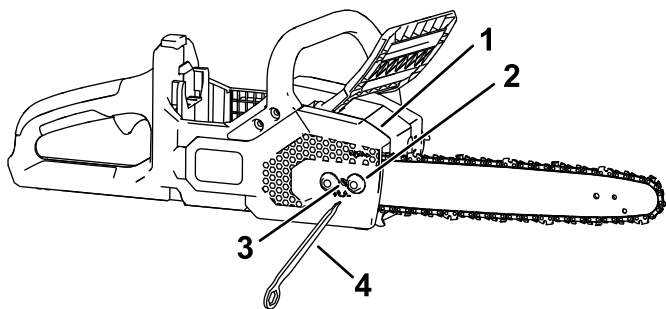

Figura 28
5. Utilizando a multiferramenta incluída, desaperte as porcas cativas na cobertura lateral, mas não as remova (Figura 28).
7. Utilizando a multiferramenta incluída, ajuste a tensão da corrente e, em seguida, prenda a cobertura lateral à motosserra apertando as porcas cativas (Figura 28).
- **Para apertar a corrente**, rode o parafuso de tensionamento da corrente no sentido dos ponteiros do relógio (Figura 28).
2. Retire a cobertura lateral desapertando as duas porcas cativas que prendem a cobertura (Figura 28).
3. Desaperte a corrente rodando o parafuso de tensionamento da corrente no sentido contrário ao dos ponteiros do relógio (Figura 28).